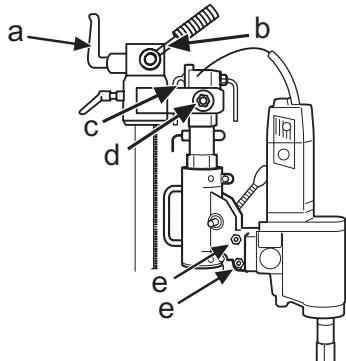

Fig. 6
4. Allentare la manopola di bloccaggio (d), angolare verso l'esterno e abbassare la colonna di foratura (fig. 6).
4. Verriegelungsknopf (d) lösen, herauswinkeln und die Bohrsäule herunterklappen (Abb. 6).
4. Desserrer la poignée de verrouillage (d), orienter et rabattre le pilier de forage (Fig. 6).
4. Maak de borgknop (d) los en draai de boorkolom naar beneden (Fig. 6).
6. Installare la foratrice nell'attacco rapido. Serrare i dadi conici (e) (fig. 6) con la chiave da 24 mm.
7. Riportare indietro e sollevare la colonna di foratura, bloccandola con l'impugnatura a L (c) (fig. 6). Per la foratura angolata, allentare l'impugnatura a L e portare la colonna di foratura all'angolo desiderato serrando il dado (d) con la chiave da 30 mm.
6. Die Bohrmaschine in die Schnellkupplung montieren. Die konischen Muttern (e) anziehen, dazu den 24-mm-Schraubenschlüssel benutzen (Abb. 6).
7. Die Bohrsäule nach hinten winkeln und hochklappen, mit dem L-Griff (c) sichern (Abb. 6). Beim Gradbohren wird der L-Griff gelöst, und die Bohrsäule wird auf den gewünschten Winkel eingestellt, dazu wird die Mutter (d) mit einem 3-mm-Schraubenschlüssel angezogen.
6. Monter la foreuse dans la fixation rapide. Serrer les écrous coniques (e) (Fig. 6) à l'aide d'une clé de 24 mm.
7. Remettre en place, sortir le pilier de forage et attacher avec la poignée en L (c) (Fig. 6). En cas d'ébarbage, la poignée en L peut être desserrée et le pilier de forage être réglé sur l'angle souhaité en serrant l'écrou (d) à l'aide d'une clé de 30 mm.
6. Monteer de boormachine in de snelbevestiging. Draai de conische moeren (e) (Fig. 6) vast met een 24 mm sleutel.
7. Klap de boorkolom omhoog, zet vast met de L-handgreep (d) (Fig. 6). Bij boren onder een hoek wordt de L-handgreep (d) losgemaakt en de boorkolom in de gewenste hoek vastgezet door de moer (d) met een 30 mm sleutel vast te draaien.
- Per modificare l'altezza, rilasciare il fermo (a) (fig. 6) della guida a parete e, contemporaneamente, regolare l'altezza con l'apposita manopola (b) (fig. 6).
- Bei geänderter Höhe wird die Sperre (a) der Wandschiene losgelassen, gleichzeitig wird die Höhe mit dem Höhenverstellgriff (b) eingestellt (Abb. 6).
- En cas de modification de la hauteur, libérer le blocage (a) (Fig. 6) du rail mural tout en réglant la hauteur à l'aide de la poignée de réglage de la hauteur (b) (Fig. 6).
- Bij het wijzigen van de hoogte wordt de vergrendeling (a) (Fig. 6) van de wandrails losgezet terwijl de hoogte wordt afgesteld met de hoogteinstelknop (b) (Fig.6).